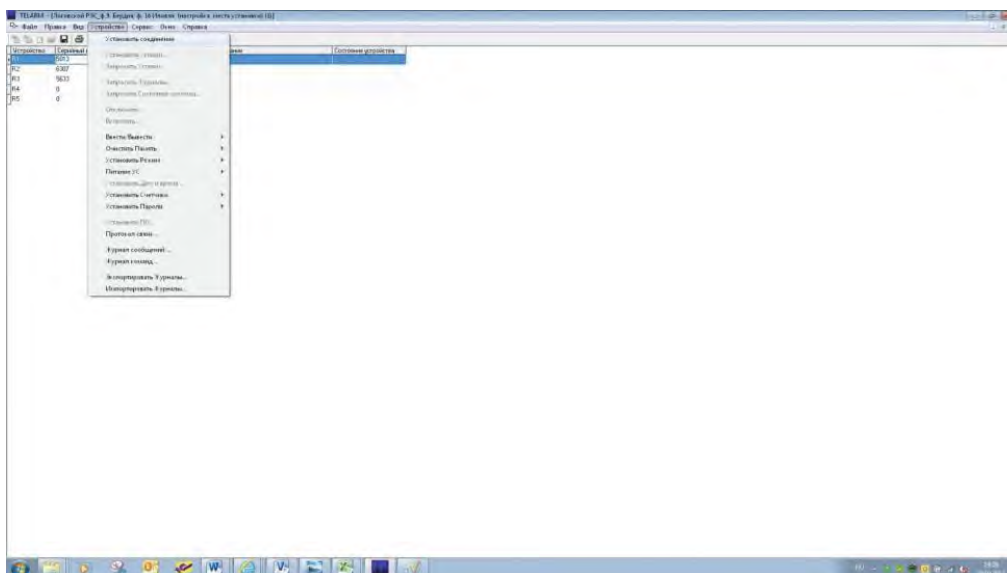

Рис. 4.10. Команда «Установить соединение»
7. Выполнить команду «Устройство/установить соединение» (см. Рис. 4.10).